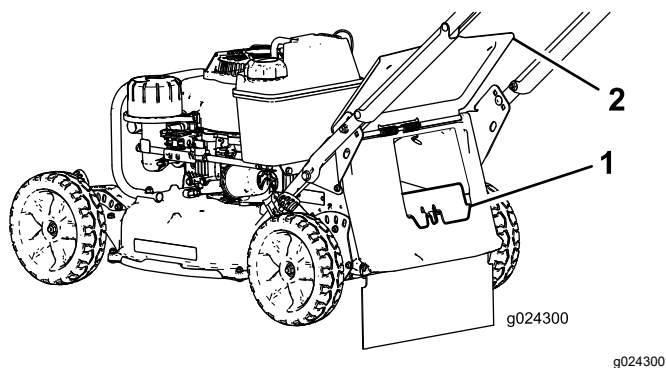

Figure 19
- Si l'obturateur de goulotte arrière n'est pas en place, saisissez-le par la poignée, soulevez le volet arrière, et insérez-le dans la goulotte arrière jusqu'à ce que le verrou s'enclenche; voir Figure 19.
1. Volet arrière 3. Cran (2)
2. Extrémité de la tige du bac (2)
3. Retirez l'obturateur d'éjection arrière en appuyant sur le verrou avec le pouce et en tirant l'obturateur hors de la machine (Figure 19).